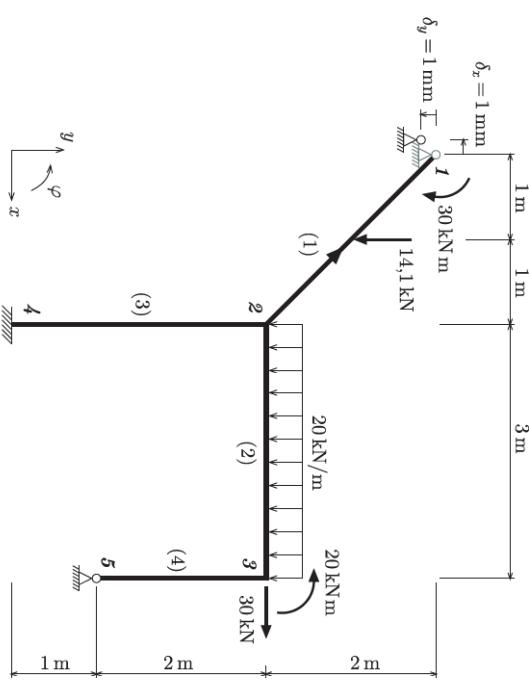

Fig. E3 - Representação da estrutura.
3. (2006, PS Q1[5,0]) Considere a estrutura da figura E3 submetida ao carregamento indicado. Os deslocamentos e as rotações da estrutura encontram-se na tabela e foram calculados admitindo as seguintes propriedades das barras: